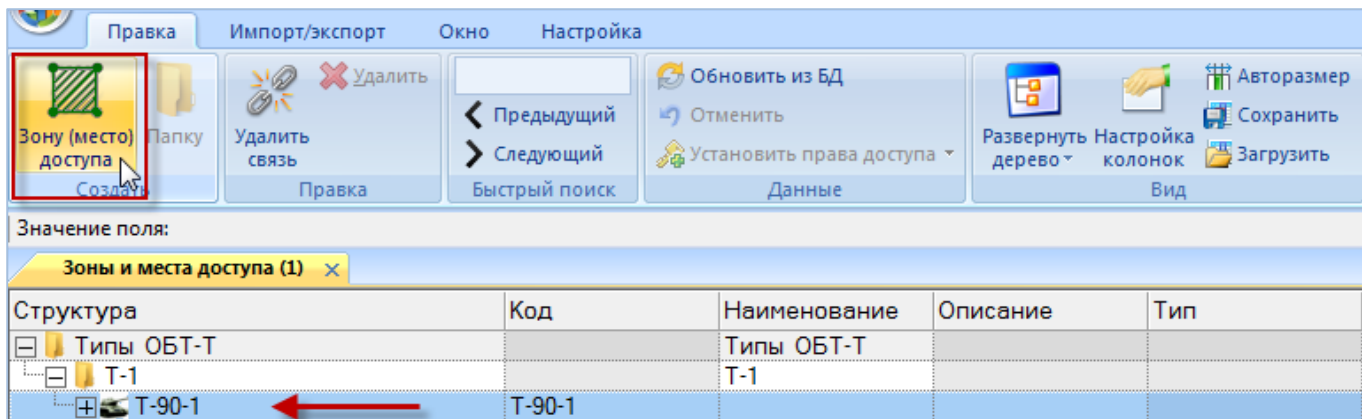

Рис. 12-2 – Рабочее окно «Зоны и места доступа»
2) Для создания зоны выбрать финальное изделие и нажать кнопку «Зону (место) доступа» панели «Создать» (рис. 12-2).